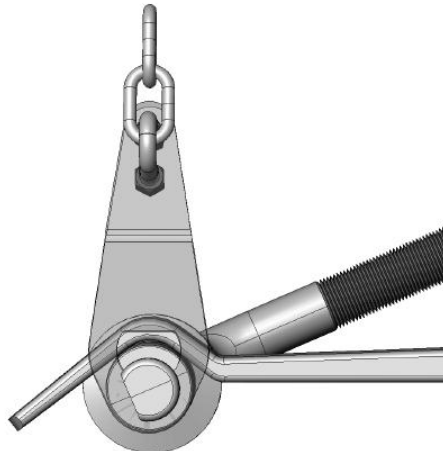

Figure 14
2. Aller à chaque bras de came et vérifier que la came est parfaitement centrée dans la détente de la barre stabilisatrice. Ajuster la longueur des bras de came selon les instructions, il est important que le bras de came/la détente de la barre stabilisatrice se trouvent exactement tel qu'illustré à la figure 14.
3. Avant d'ajuster la longueur du bras de came, monter le vérin du timon de remorque et abaisser les supports à enclenchement rapide. Desserrer le contre-écrou (figure 5) et déplacer l'écrou d'ajustement (figure 5) jusqu'à ce que la came soit centrée dans la détente de la barre stabilisatrice (figure 14). Une fois les ajustements effectués, soulever les deux supports à enclenchement rapide et poser les agrafes de retenue ; abaisser le vérin du timon de remorque. Répéter l'étape 2 de cette section.